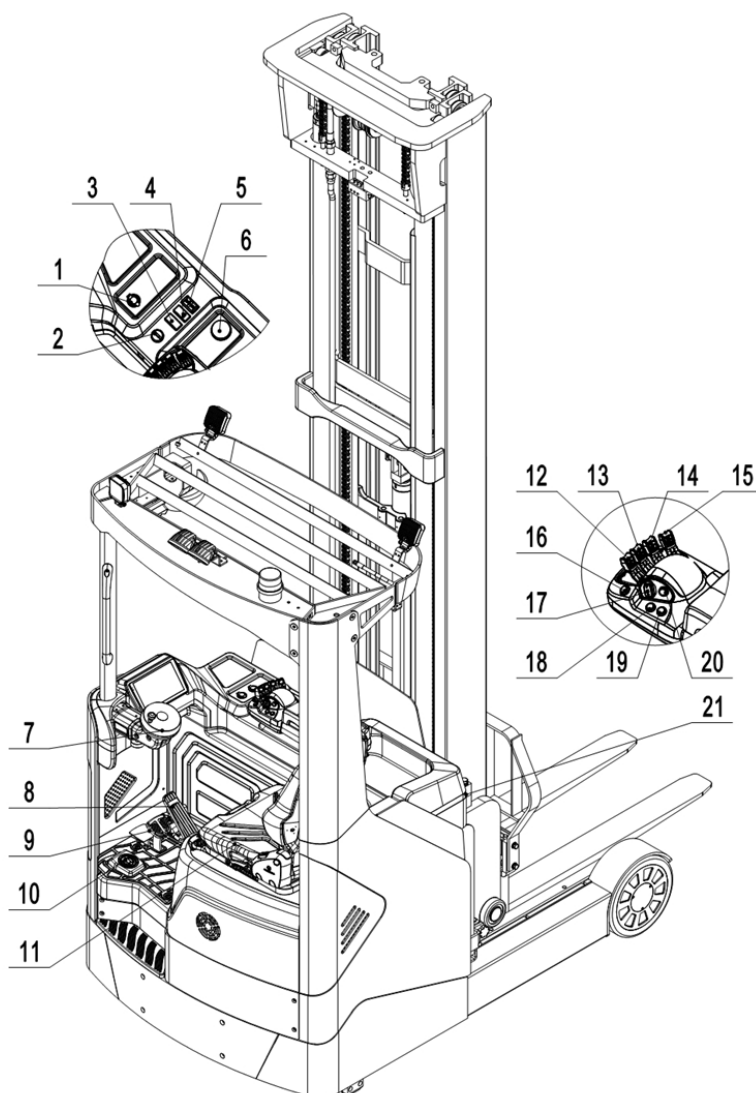

Рис. 11: Органы функционального управления
Сядьте на рабочее место оператора, отрегулируйте рулевую колонку и кресло оператора, пристегните ремень безопасности. Потяните аварийную кнопку (рис. 11, поз. 6), вставьте ключ в замковый выключатель (рис. 11, поз. 2) и поверните его по часовой стрелке в положение ON (ВКЛ). ЖК дисплей отобразит текущее состояние аккумулятора, функциональную и техническую информацию. Затем нажмите на педаль присутствия оператора (рис. 11, поз. 10). Перед началом движения ричтрака нажмите кнопку звукового сигнала (рис. 11, поз. 20), чтобы предупредить окружающих, если необходимо. Питание ричтрака включено.
Примечание: установите переключатель выбора направления движения (рис. 11, поз. 17) в нейтральное положение перед началом работы на ричтраке, иначе возникнет ошибка неправильной последовательности включения.
После запуска ричтрака поворотом ключа в положение ON (ВКЛ) сначала нажмите на педаль присутствия оператора (рис. 11, поз. 10), затем расположите руку в зоне управления функциями. Переключите клавишу выбора направления движения (рис. 11, поз. 17) в положение «вперед» или «назад» - на ЖК дисплее появятся стрелки указывающие направления движения. Плавно отрегулируйте скорость движения с помощью педали акселератора (рис. 11, поз. 8), пока желаемая скорость не будет достигнута. Скорость будет снижаться при отпуске педали акселератора. Контролируйте скорость для обеспечения безопасности. При необходимости резкого замедления и торможения нажмите на педаль тормоза (рис. 11, поз. 9).
- Отпустите педаль присутствия оператора (рис. 11, поз. 10) - функция торможения будет включена, и ричтрак остановится.
- В экстренной ситуации нажмите аварийную кнопку (рис. 11, поз. 6), функция торможения будет включена, и ричтрак остановится.
Отклоните джойстик управления подъемом и спуском (рис. 11, поз. 11) назад, «на себя», для подъема вилок и достижения желаемой высоты подъема.
Отклоните джойстик управления подъемом и спуском (рис. 11, поз. 12) вперед, «от себя», для спуска вилок.
Отклоните джойстик управления выдвижением мачты (рис. 11, поз. 13) вперед, «от себя» для передвижения мачты вперед.
Отклоните джойстик управления выдвижением мачты (рис. 11, поз. 13) назад, «на себя», для передвижения мачты назад.
Отклоните джойстик управления боковым смещением каретки (рис. 11, поз. 15) вперед, «от себя», для смещения каретки вила влево.
Отклоните джойстик управления боковым смещением каретки (рис. 11, поз. 15) назад «на себя», для смещения вила вправо.
Отклоните джойстик управления наклоном вила (рис. 11, поз. 14) вперед, «от себя», для наклона вила вниз.
Отклоните джойстик управления наклоном вила (рис. 11, поз. 14) назад, «на себя», для наклона вила вверх.
Нажмите кулисный переключатель (рис. 11, поз. 3), чтобы поднять или опустить педаль.
Нажмите и удерживайте кнопку (рис. 11, поз. 18), чтобы выровнять вилы по вертикали.
Нажмите и удерживайте кнопку (рис. 11, поз. 19), чтобы отцентрировать вилы.
При возникновении каких-либо неисправностей или если ричтрак в нерабочем состоянии, прекратите оперирование оборудованием и активируйте аварийную кнопку (рис. 11, поз. 6), нажав на нее. По возможности поставьте ричтрак на стоянку в безопасном месте, поверните замковый выключатель (рис. 11, поз. 2) против часовой стрелки и извлеките ключ. Немедленно сообщите об этом руководителю/ ответственному лицу и/или обратитесь в службу сервиса. При необходимости уберите ричтрак из зоны эксплуатации с помощью специального буксировочного / грузоподъемного оборудования.
В случае аварийной ситуации (при потере управления или других экстренных ситуаций) немедленно нажмите на аварийную кнопку (рис. 11, поз. 6). Все электрические функции будут отключены.